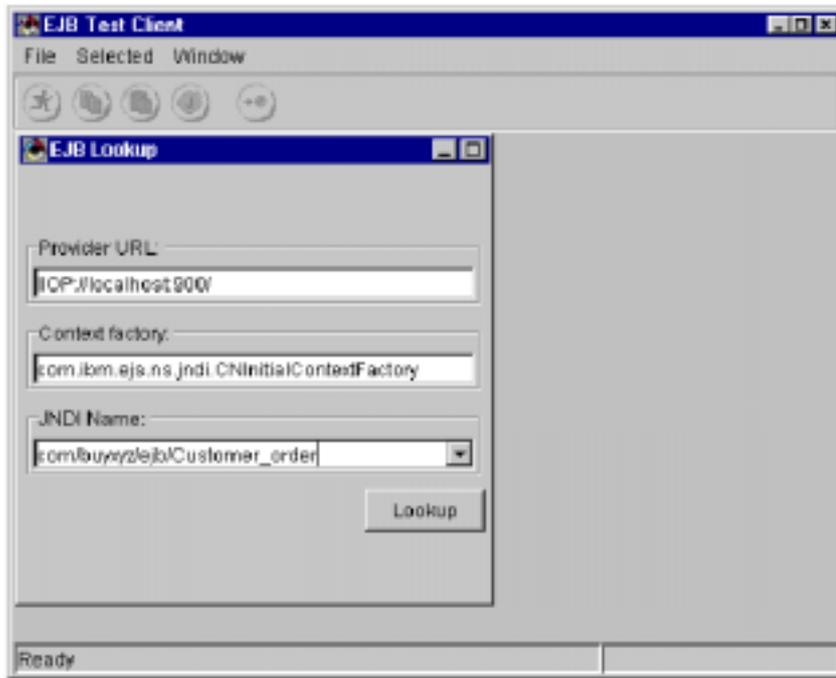
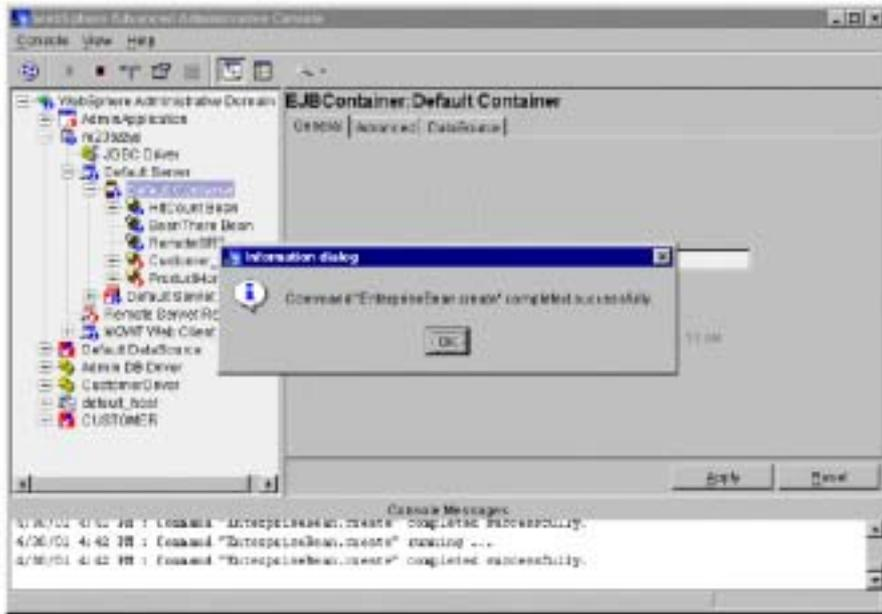

图7-11 EJB 测试客户机
图 7-21 创建和应用的 Enterprise JavaBean
6. 现在，我们可以运行 EJB 测试客户机了。为了运行该客户机，转到 EJB 服务器配置浏览器，选择并且右键单击 **EJB Group Shipping**，然后选择**运行测试客户 (Run Test Client)**，将出现 EJB 测试客户机（图 7-11）。选择您要测试的适当的 JNDI 名。
重复图 7-11 所示的步骤来应用其它 EJB。在应用成功后，您将看到图 7-21。